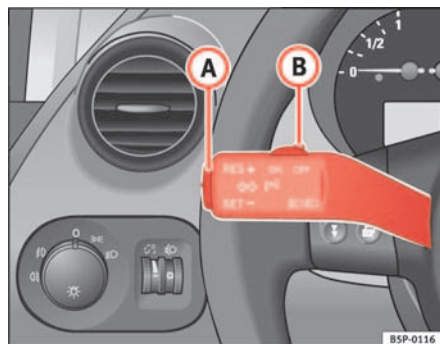

Fig. 144 Alavanca dos indicadores de direcção e máximos: comando e interruptor basculante para o regulador de velocidade
- Premir a parte superior do interruptor basculante **RES** ⇒ fig. 144 **A** para aumentar a velocidade. Enquanto o interruptor basculante estiver a ser premido, o veículo é acelerado. Soltando o interruptor basculante, é memorizada a nova velocidade.
Se se reduzir a velocidade com o pedal do travão, desliga-se o controlo da velocidade programada. Premindo uma vez a parte superior do interruptor basculante **RES+** ⇒ fig. 144 **A**, pode retomar-se a regulação.